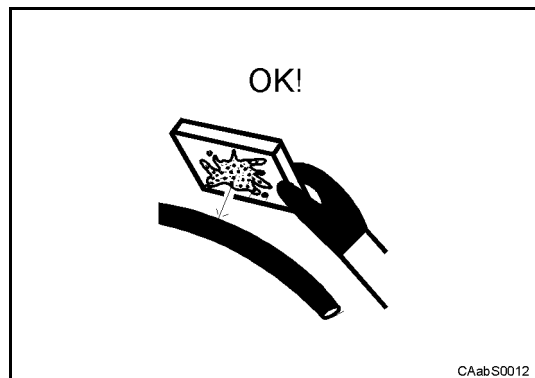
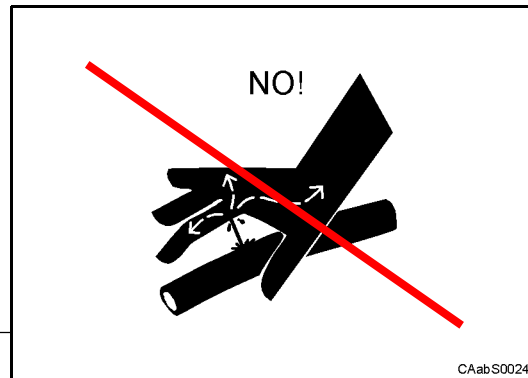

Fig. 33
Fig. 32
- Evitare la ricerca di eventuali perdite di fluido da condotti in pressione con le mani o altre parti del corpo (Fig. 32), utilizzare le attrezzature preposte o comunque elementi non infiammabili (Fig. 33).
- *Do not search possible liquid loss on pressured pipes by using hands or others body parts (Fig. 32), use the prescribed devices or not inflammable elements (Fig. 33).*